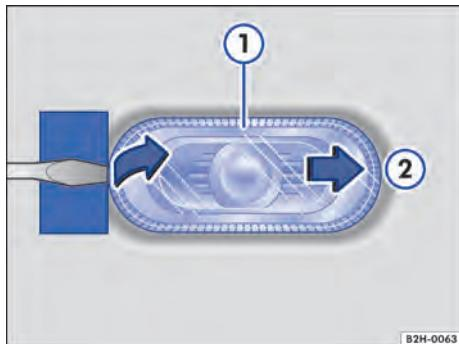
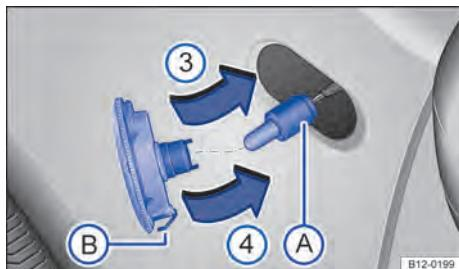

Fig. 147 Lado esquerdo do veículo: remover a lanterna lateral dos indicadores de direção
Fig. 148 Lanterna lateral dos indicadores de direção: substituir a lâmpada incandescente.
→ Fig. 147 e → Fig. 148
- ① Observar a lista de controle e executar as ações → Página 179.
- ② Posicionar a chave de fenda das ferramentas de bordo com a lâmina plana no lado da lanterna lateral do indicador de direção que aponta para a traseira do veículo → ①. Deslocar a lanterna lateral dos indicadores de direção para trás, em sentido oposto ao da força de mola → Fig. 147 ②.
- ③ Remover a lanterna lateral dos indicadores de direção manualmente da carroceria.
- ④ Puxar o suporte da lâmpada com a lâmpada para fora em linha reta → Fig. 148 ④.
- ⑤ Retirar a lâmpada incandescente em linha reta para fora do suporte da lâmpada.
- ⑥ Substituir a lâmpada incandescente queimada por uma lâmpada incandescente nova do mesmo modelo.
- ⑦ Recolocar o suporte da lâmpada.
- ⑧ Encaixar a lanterna lateral dos indicadores de direção com o lado que fica para a frente do veículo na carroceria ③ e pressionar para dentro da carroceria ④, até que a mola ④ trave de modo audível.